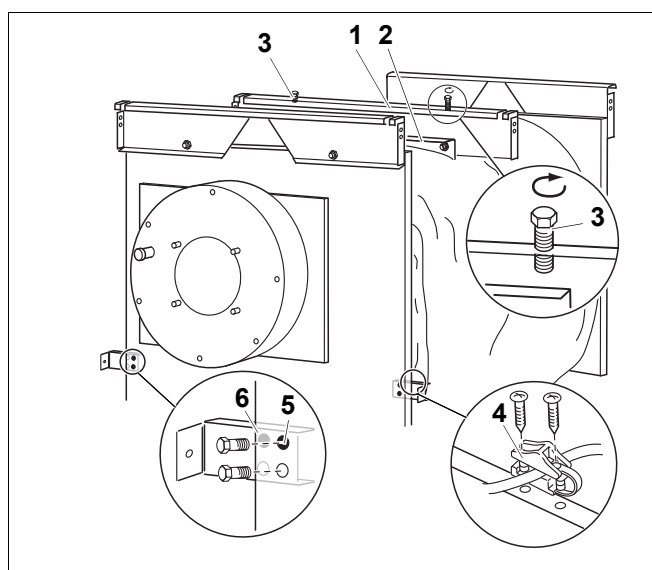

Рис. 10 Фиксатор провода
- Слегка заверните 2 болта М8 х 80 (рис. 10, **поз. 3**) сверху в среднюю траверсу (рис. 10, **поз. 1**).
- Прикрепите среднюю траверсу (рис. 10, **поз. 1**) сверху 2 болтами и 2 гайками с 2 шайбами к планке (рис. 10, **поз. 2**).
Окантовка средней траверсы (рис. 10, **поз. 1**) должна быть направлена вперед.
- Закрепите фиксатор 2 винтами (рис. 10, **поз. 3**).
Экспликация к рис. 10